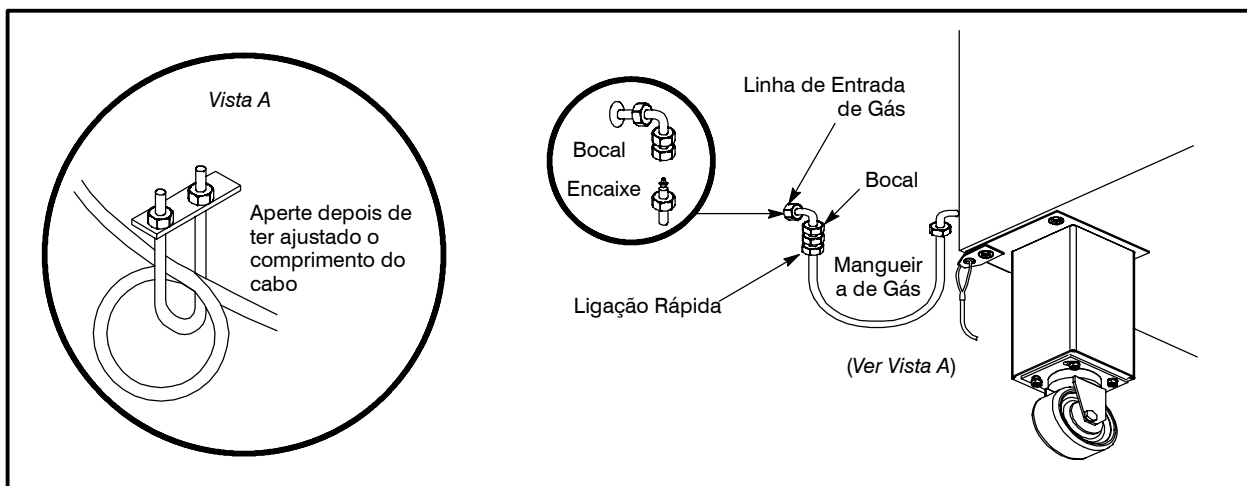

Figura 19
- O freio deve ser curto o suficiente para impedir qualquer pressão na ligação. Veja na Figura 19 Vista A um detalhe de ajustamento do comprimento.